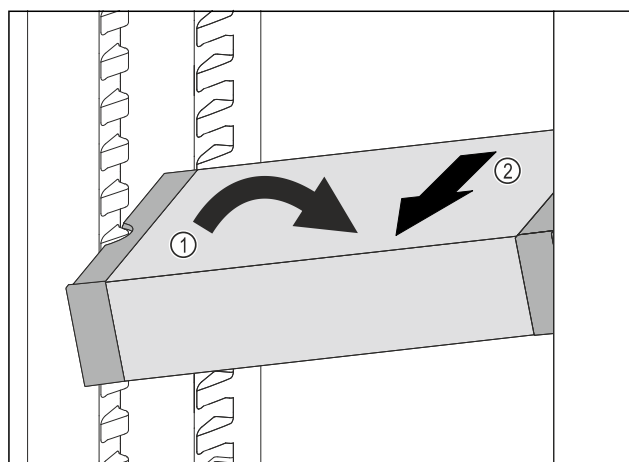

Fig. 133
- ▶ VarioSafe ustawić w chłodziarce pod skosem. Fig. 133 (1)
- ▶ VarioSafe wyjc do przodu. Fig. 133 (2)